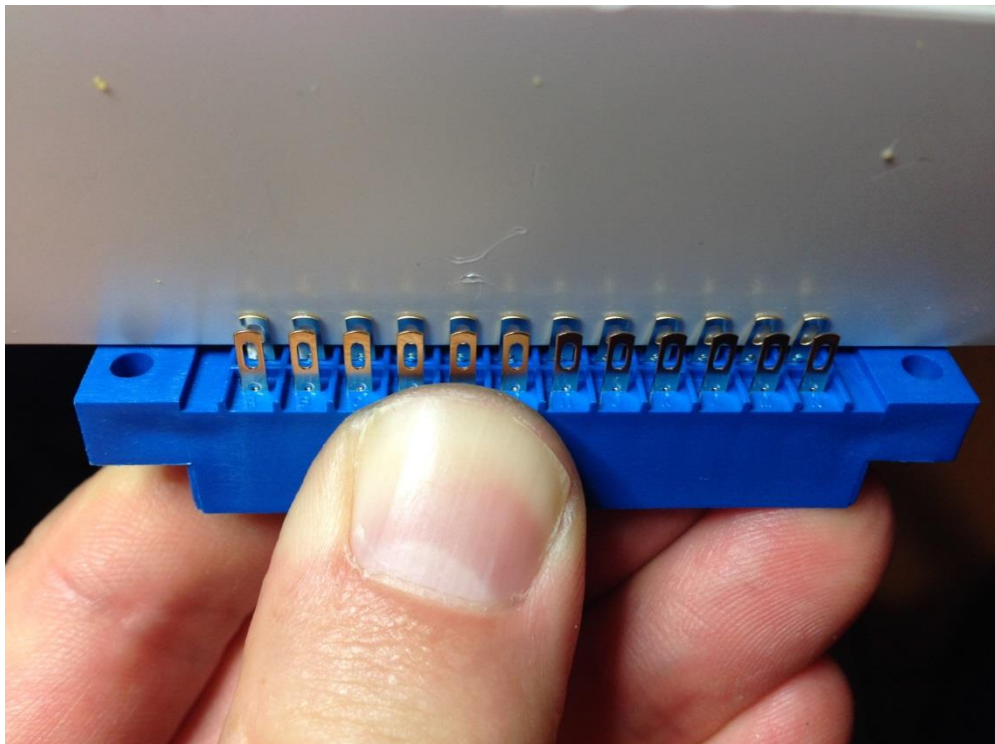

Bild 11
3.1.1. Die Pins (mit Gefühl) über eine glatte Oberfläche (hier Tischkante) leicht nach innen biegen (Bild 11).